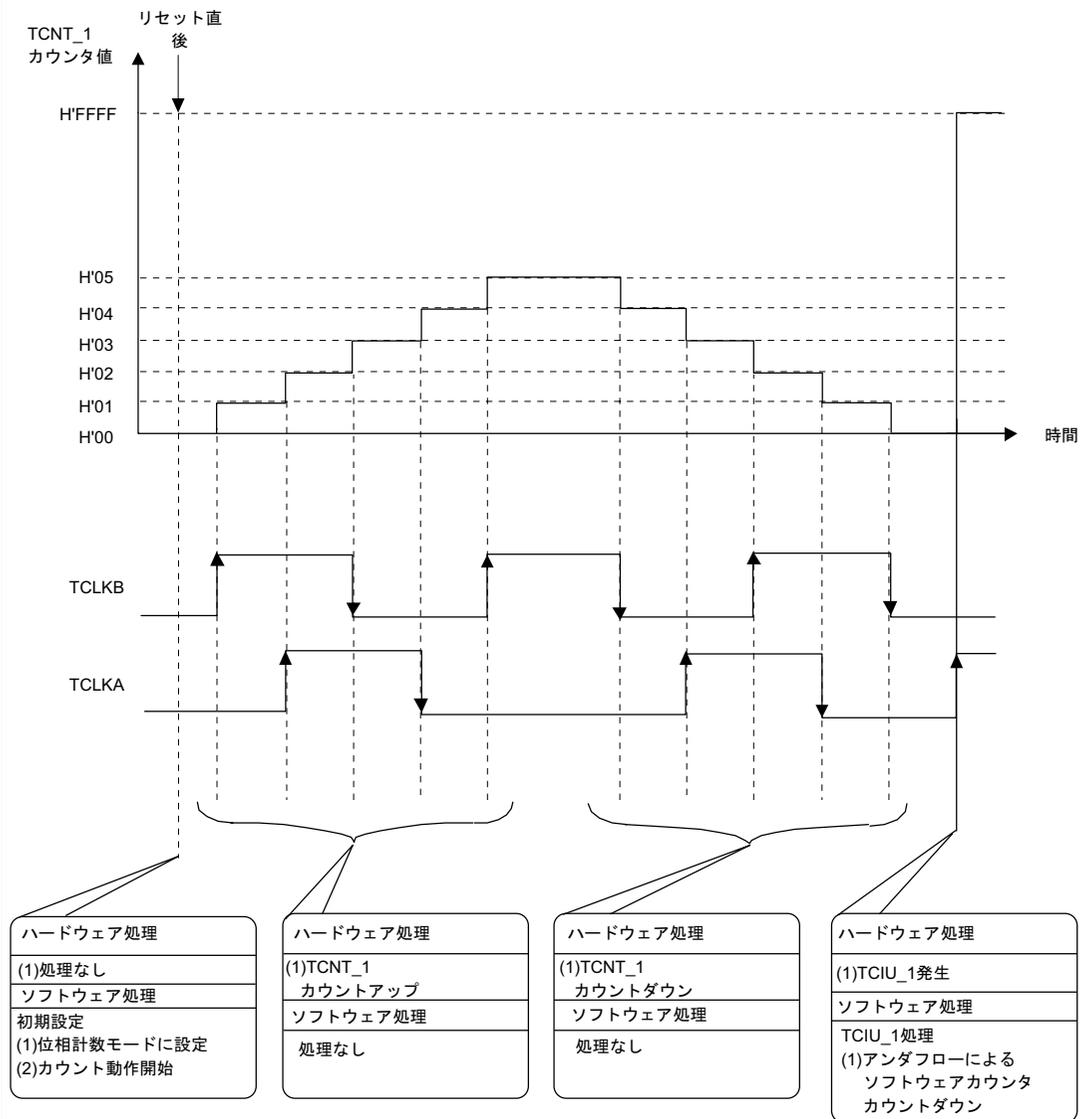

図 2.26 位相計数モードの動作原理 (1)
- (1) 図2.26に動作原理を示します。SH7046のハードウェア処理およびソフトウェア処理によりカウンタをカウントアップまたはカウントダウンします。